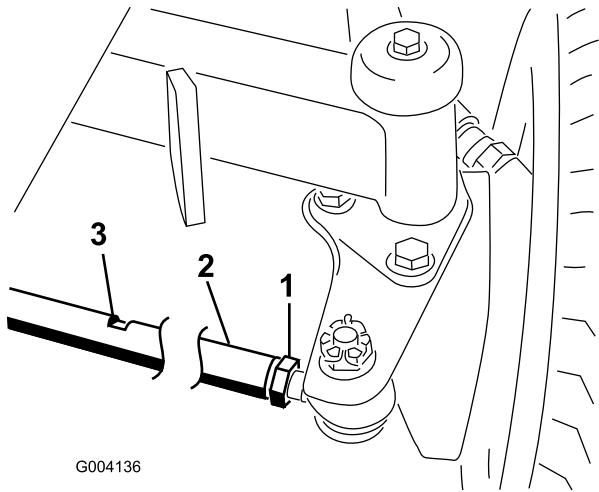

Figure 44
2. Desserrez l'écrou de blocage à chaque extrémité de la biellette (Figure 44).